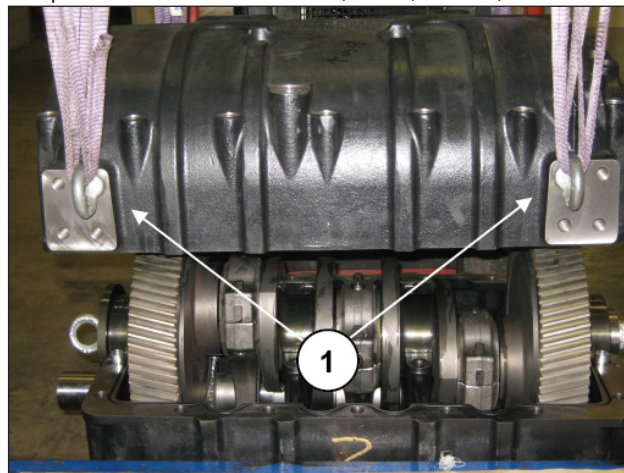

Abb. 26
Zur Entfernung des rückseitigen Gehäuses demontieren Sie die darauf positionierten Füße und verwenden Sie die vier Gewindebohrungen M16 für die Montage der entsprechenden Ösenschrauben (Pos. ①, Abb. 26).